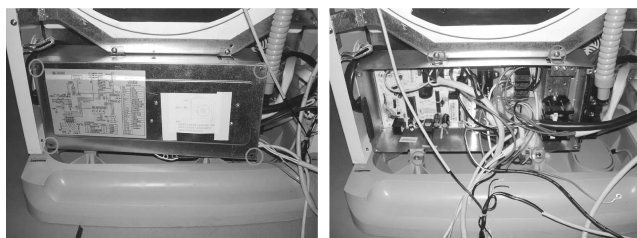

图 5-28 电器盒控制组件的拆卸
7) 电器盒控制组件的拆卸。拧下四颗固定电器盒盖的螺钉；拧下四颗固定控制盒组件的螺钉，即可卸下电器盒控制组件。电器盒控制组件的拆卸如图 5-28 所示。